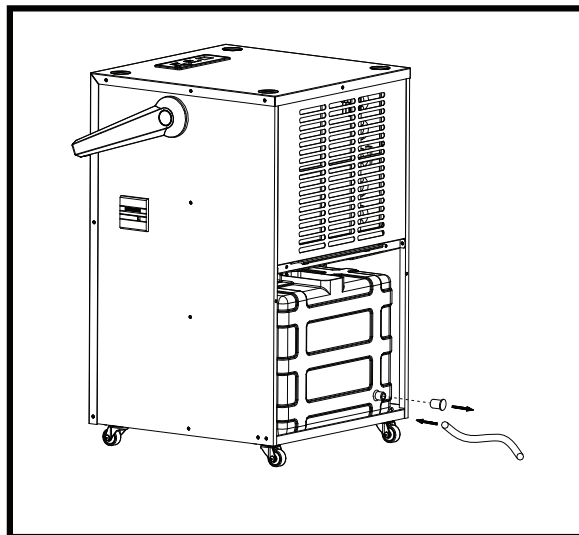

Fig. 7
► Подсоедините один конец водоотводной трубки к сливному отверстию (FIG. 7), а другой к водостоку.